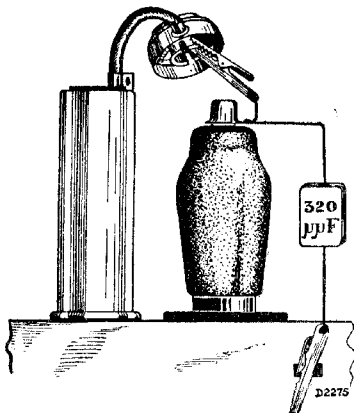

Fig. 6
12. Tweede kring verstemmen door bovengenoemde condensator van $320 \mu\mu\text{F}$ tusschen rooster L2 en chassis te schakelen (fig. 6).